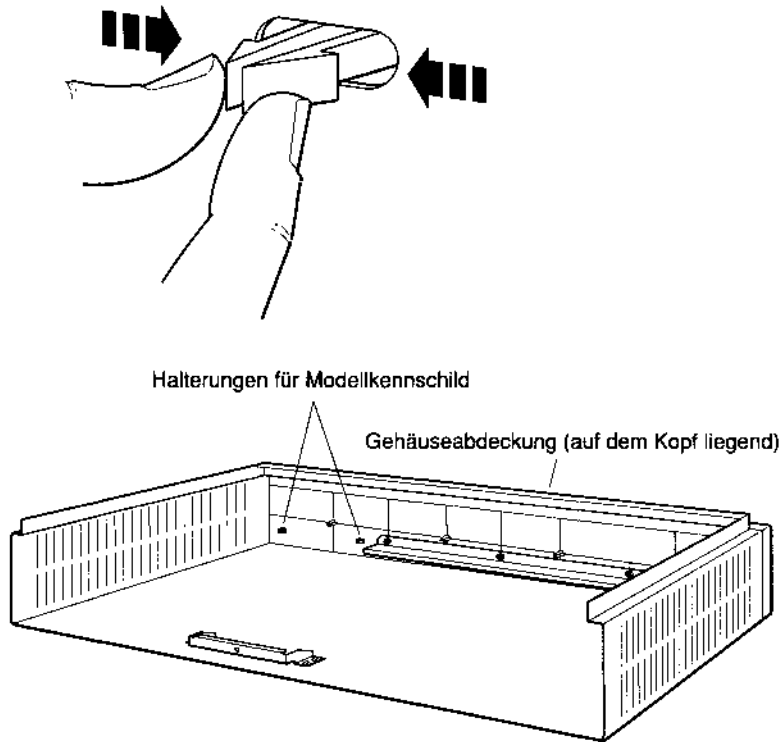

Abbildung 9-8. Modellkennschild abnehmen
- a. Drehen Sie die Abdeckung der Systemeinheit herum, und nehmen Sie das Modellkennschild ab. Drücken Sie dazu die Halterung an der Rückseite des Kennschilds zusammen, und schieben Sie sie durch die Löcher hinaus (siehe Abbildung 9-8).